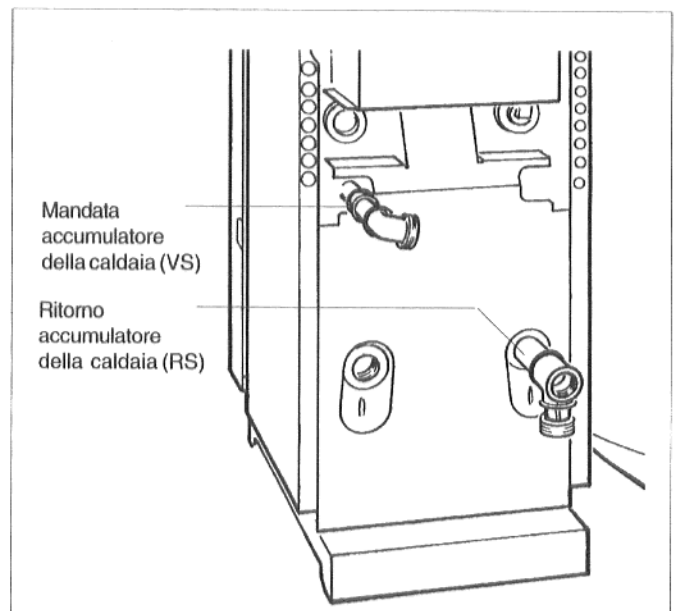

Fig. 3: parte posteriore della caldaia
- Ermeticizzare il nipplo di raccordo doppio con il pezzo a T ed l'avvitamento nel ritorno accumulatore della caldaia (RS) (Fig. 3).
- Ermeticizzare il nipplo di raccordo doppio con il manicotto ed l'avvitamento al tronchetto della mandata accumulatore della caldaia (VS) (Fig. 3).